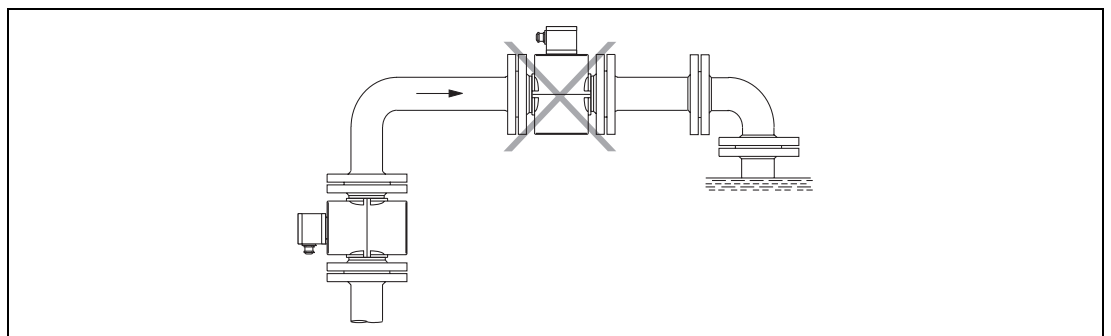

Abb. 12:
- Bei freiem Auslauf Messgerät nicht am höchsten Punkt bzw. in die abfließende Seite der Rohrleitung einbauen (Messrohr läuft leer, Luftblasen), Abb. 12.